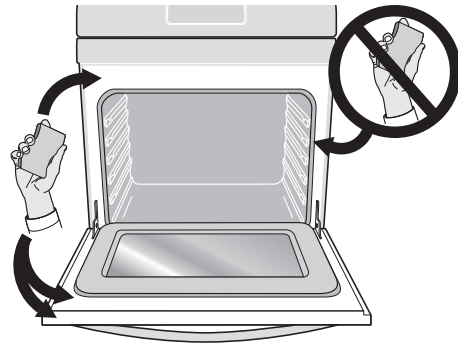

Figure 16 : Zones à nettoyer et zone (joint) à éviter
8. Lorsque le cycle de nettoyage à la vapeur est terminé, tenez-vous à côté de la porte afin de ne pas recevoir la vapeur qui s'échappe du four. Le cycle de nettoyage à la vapeur comporte une étape de refroidissement, vous permettant d'utiliser immédiatement un chiffon doux ou une éponge pour enlever l'eau qui pourrait se trouver dans la cavité du four. Essuyez la sole du four. Ne nettoyez pas le joint de la porte du four (Figure 16).